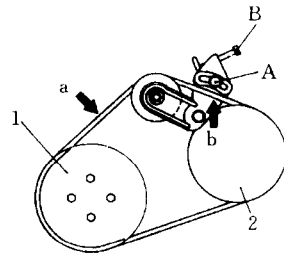

图 30 空调压缩机传动带的调整和传动带下沉量测量点——1994~1997 款华丽车 2.4L (4G64) 发动机
①在动力转向泵和水泵传动带中间处施加 22lbf (98N) 的力,传动带的下沉量应在 0.25~0.375in (6~9mm) 之间。
②通过松开固定转向泵的 3 个螺栓来调整松紧度,用合适的棒子或杠杆轻轻地移动转向泵体,使传动带达到期望的张力值。
③重新拧紧 3 个固定螺栓,并检查张力是否符合要求。
①在两带轮之间放置一直尺,其末端分别压在带轮顶部。
②在传动带中间处施加 22lbf (98N) 的力,以直尺位置为起点测量传动带下沉量,其值应为 0.315in (8mm) (图 30)。